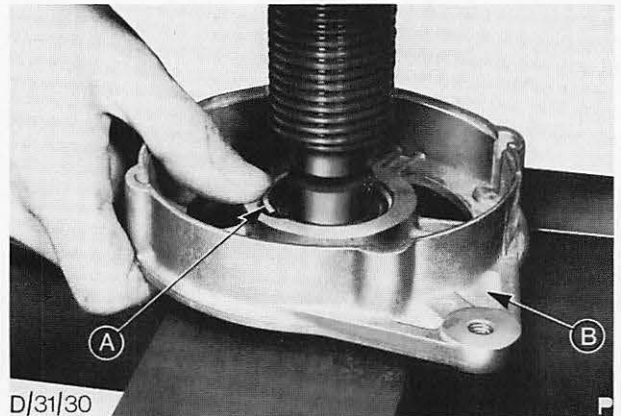

Abb. 77 Ausbau des Sprengrings zur Befestigung des antriebsseitigen Lagers
11. Sprengring A in Abb. 77 entfernen und antriebsseitiges Lager mit den Druckscheiben heraus-treiben.